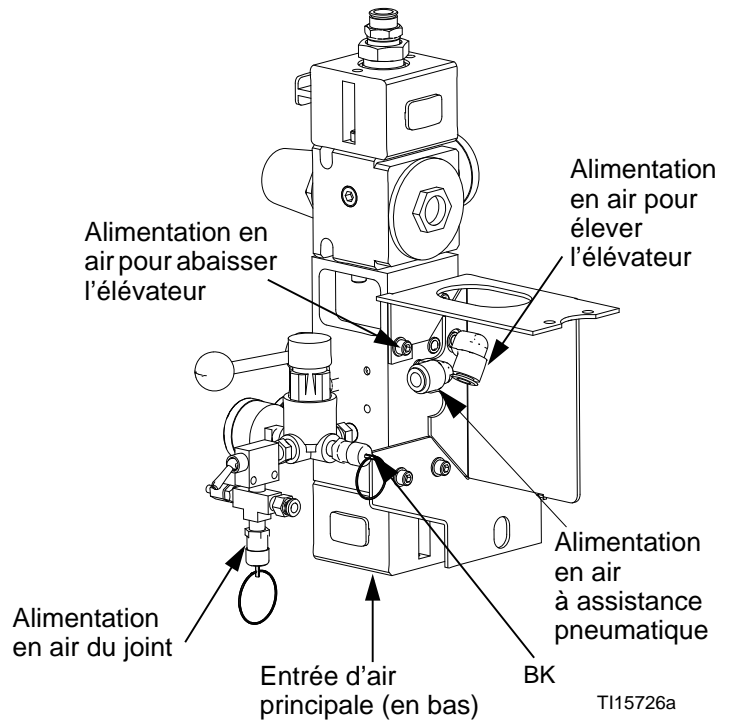
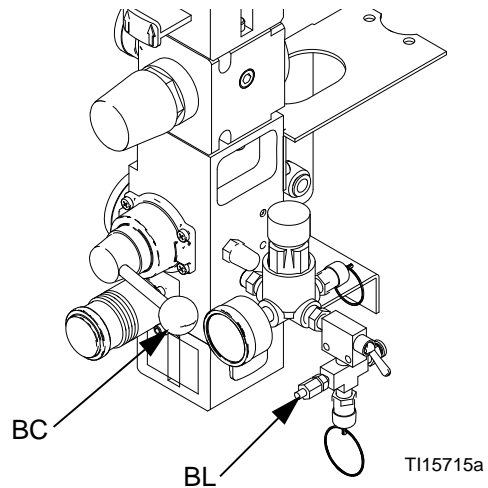

FIG. 3 : Modules de commandes pneumatiques
FIG. 4. Vanne de purge de joint et silencieux avec vanne
- H Commandes pneumatiques protégées (voir la FIG. 3 ; des commandes pneumatiques non protégées sont également disponibles)
Consultez la FIG. 3. L'entrée d'air fait 1/2 npt(f) dans le cas des commandes pneumatiques protégées et 3/4 npt(f) dans le cas des commandes pneumatiques non protégées. Les commandes pneumatiques intégrées comprennent :
- **Une vanne d'air principale (BA)** : laisse passer et coupe l'air envoyé au système. Lorsqu'elle est fermée, la vanne relâche la pression en aval.
- **Un régulateur d'air pour l'élèveur (BB)** : contrôle la pression de montée et de descente de l'élèveur.
- **Un commutateur/vanne de la commande d'élèveur (BC)** : contrôle le sens de l'élèveur.
- **Orifice d'échappement avec un silencieux (BD)**
- **Régulateur du moteur pneumatique (BE)** : contrôle la pression d'air vers le moteur.
- **Commutateur/vanne coulissante du moteur pneumatique (BF)** : laisse passer et coupe l'air envoyé au moteur pneumatique. Lorsqu'elle est fermée, la vanne relâche l'air emprisonné entre cette dernière et le moteur pneumatique.
- **Vanne d'assistance pneumatique (BG)** : laisse passer et coupe l'air qui pousse le plateau élèveur hors d'un tambour vide. Utilisez les conduites d'air.
- **Régulateur d'air du joint gonflable (BH)** : contrôle la pression d'air envoyée au joint gonflable.
- **Commutateur du joint gonflable (BJ)** : contrôle le gonflement et le dégonflement du joint du plateau élèveur.
- **Vanne de décharge d'air (BK)** : relâche automatiquement l'excès de pression.
- **Vanne de purge du joint (BL)** : purge l'air contenu dans le joint gonflable en fonction du déplacement du tambour. Pour les modules de commandes pneumatiques non protégées, consultez la FIG. 3. Pour les modules de commandes pneumatiques protégées, la vanne se situe dans le boîtier. Consultez la FIG. 4, page 16.
- **Vanne de silencieux avec pointe (BN)** : permet le réglage du taux de course lors de l'abaissement du plateau élèveur. Dans le cas du module de commandes pneumatiques protégées, elle est située dans le boîtier. Elle n'est pas nécessaire pour le module de commandes pneumatiques non protégées car le taux de l'élèveur peut être réglé à l'aide de la vanne de sa commande.
1. **Commandes pneumatiques protégées** : consultez la FIG. 3. Mettez le commutateur du moteur pneumatique (BF) en position OFF.
Commandes pneumatiques non protégées : consultez la FIG. 3. Fermez la vanne coulissante du moteur pneumatique (BF).
2. Remettez le régulateur d'air de la commande d'élévateur à zéro. Mettez le commutateur/vanne de la commande d'élévateur (BC) vers le BAS. L'élévateur va doucement descendre.
4. Mettez le commutateur du joint gonflable (BJ) en position OFF.
6. Fermez la vanne d'air principale (BA).
REMARQUE : Commandes protégées : pour augmenter ou diminuer la vitesse de la course descendante du plateau élévateur, réglez la vanne sur le silencieux (BN) à l'intérieur du boîtier de commande. Consultez la FIG. 4, page 16.
Consultez la FIG. 3, page 12.